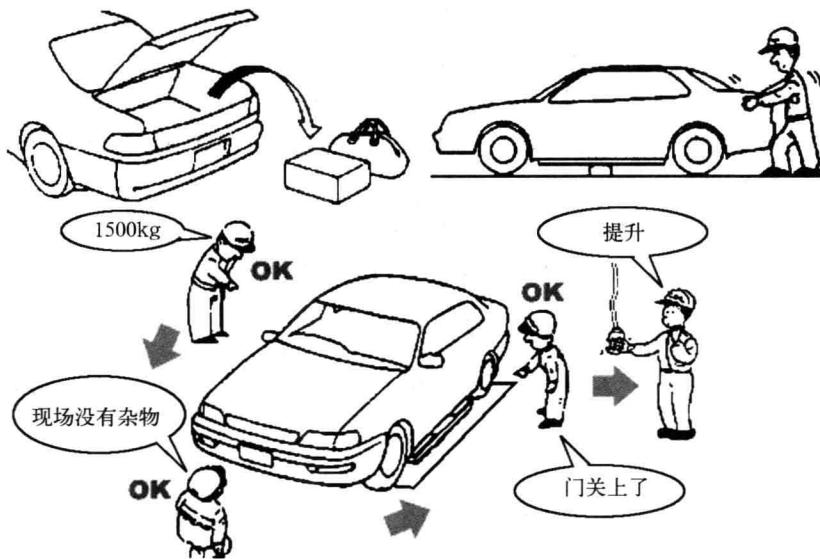

图1-8 汽车举升
(1) 在抬升和降下举升器前要先进行安全检查，取下车厢内较重的物品，以防止车辆因重心偏移造成支撑不稳。操作车辆举升设备时，应向他人发出举升器即将启动或下降的信号。一旦轮胎提升离地，即要检查车辆支撑是否合适，然后再进行举升，举升至合适高度后，要进行锁止，确认举升机锁止后方可进入举升机下作业，如图1-8所示。